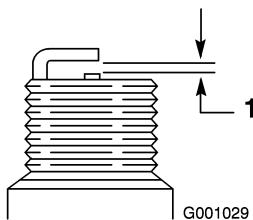

Figure 53
- Réglez l'écartement des électrodes à 0,76 mm (0,030 pouce) (Figure 53).